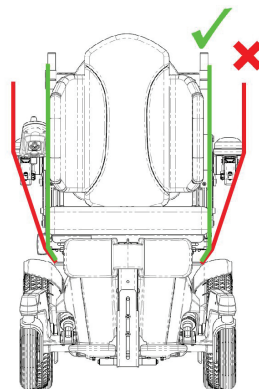

Figura 5.1 Recorrido de las correas de elevación
**Magic 360, Frontier V6 y V4:** Los anillos de amarre pueden usarse para levantar la silla eléctrica sin el ocupante. Los anillos de amarre están resaltados en rojo en las Figuras 5.2. Resulta fundamental asegurarse de que las correas de elevación pasen por dentro de los reposabrazos y no toquen ninguna otra parte que pudiese estar excesivamente cargada cuando levante la silla eléctrica. La ubicación ideal de la correa se muestra en la Figura 5.1.